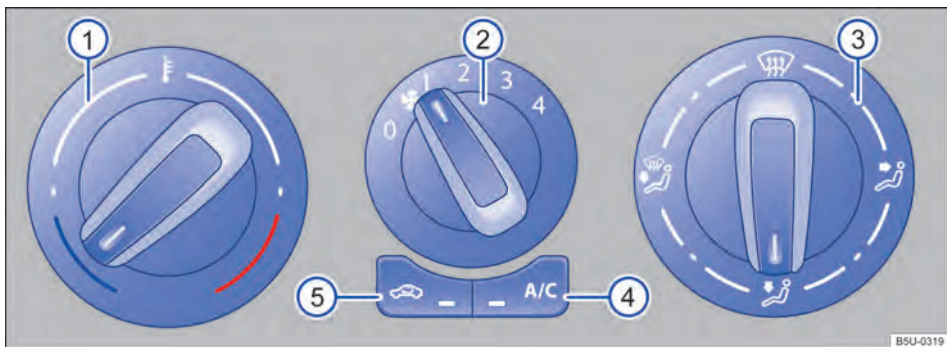

Fig. 80 Comandos do ar-condicionado.
- *Ar-condicionado*: girar o regulador do ventilador para o nível 0 → Fig. 80 (2).
- *Ar-condicionado*: girar o regulador rotativo esquerdo → Fig. 80 (1) para regular a respectiva temperatura.
- *Ar-condicionado*: girar o regulador do ventilador → Fig. 80 (2).
No modo de recirculação de ar, não chega ar externo ao interior do veículo → Fig. 80.
- *Ar-condicionado*: girar o regulador da direita → Fig. 80 (3) para posição desejada.
- Girar o botão da distribuição de ar → Fig. 80③ para a posição , nesta posição o modo de recirculação de ar é automaticamente desligado.
- Girar o botão do ventilador ② no nível 3 ou 4.
- Girar o botão da temperatura ① para a posição desejada.